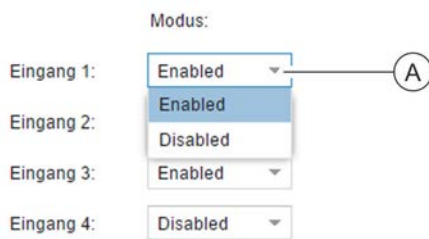

Abb. 135: Eingang aktivieren/deaktivieren
2. ➔ Im Auswahlfeld (Abb. 135/Ⓐ) den Wert auf „Enabled“ (für die Aktivierung) bzw. „Disabled“ (für die Deaktivierung) setzen.